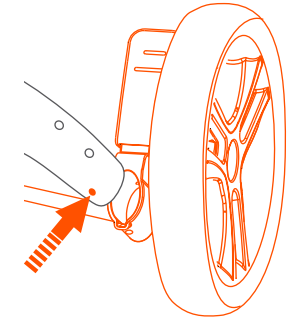

Fig. 14a
14) • To release the entire rear wheel assembly, push in the rear wheel pin. The wheel assembly easily detaches from the bushing (Fig. 14a).
• Para liberar todo el conjunto de la rueda trasera, empuje el perno de la rueda trasera. El conjunto de la rueda trasera se desprende fácilmente del casquillo (Fig. 14a).
• Pour libérer l'ensemble de l'assemblage de la roue arrière, poussez la goupille de dégagement de la roue arrière. La roue se détache facilement du cadre (Fig. 14a).